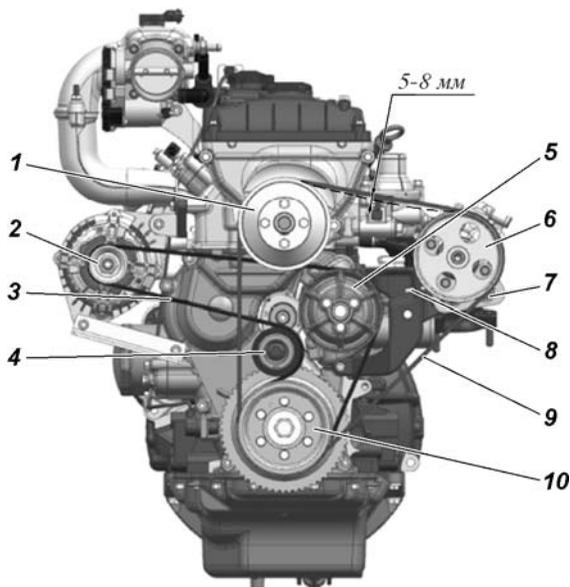

Рис. 9.6. Натяжение ремней привода агрегатов:
**На автомобилях без кондиционера**, натяжение ремня 3 (рис. 9.6) привода насоса системы охлаждения и генератора обеспечивается автоматическим механизмом натяжения 4. В процессе эксплуатации автоматический механизм натяжения не требует обслуживания и регулировки.
Натяжение ремня 9 (рис. 9.6) привода вентилятора и насоса гидроусилителя рулевого управления производится перемещением насоса 6, для чего необходимо: ослабить болты 7, регулировочным